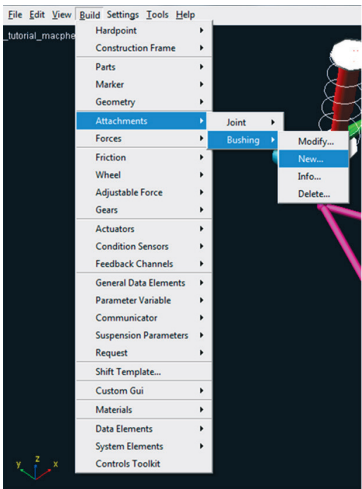

Figura 4.98 – Criando uma bucha.
- Para criar a primeira bucha, a qual estará localizada na mesma coordenada que o *Hardpoint* “*hpl\_arm\_front*”, acesse o menu *Build* → *Attachments* → *Bushing* → *New* (Figura 4.98).